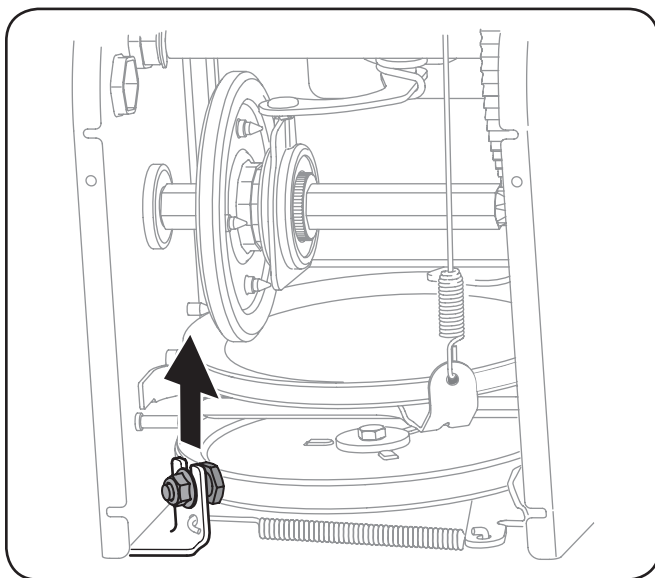

Figura 7-5
7. Afloje y retire el perno con reborde que actúa como guardacorrea. Consulte la Figura 7-5.